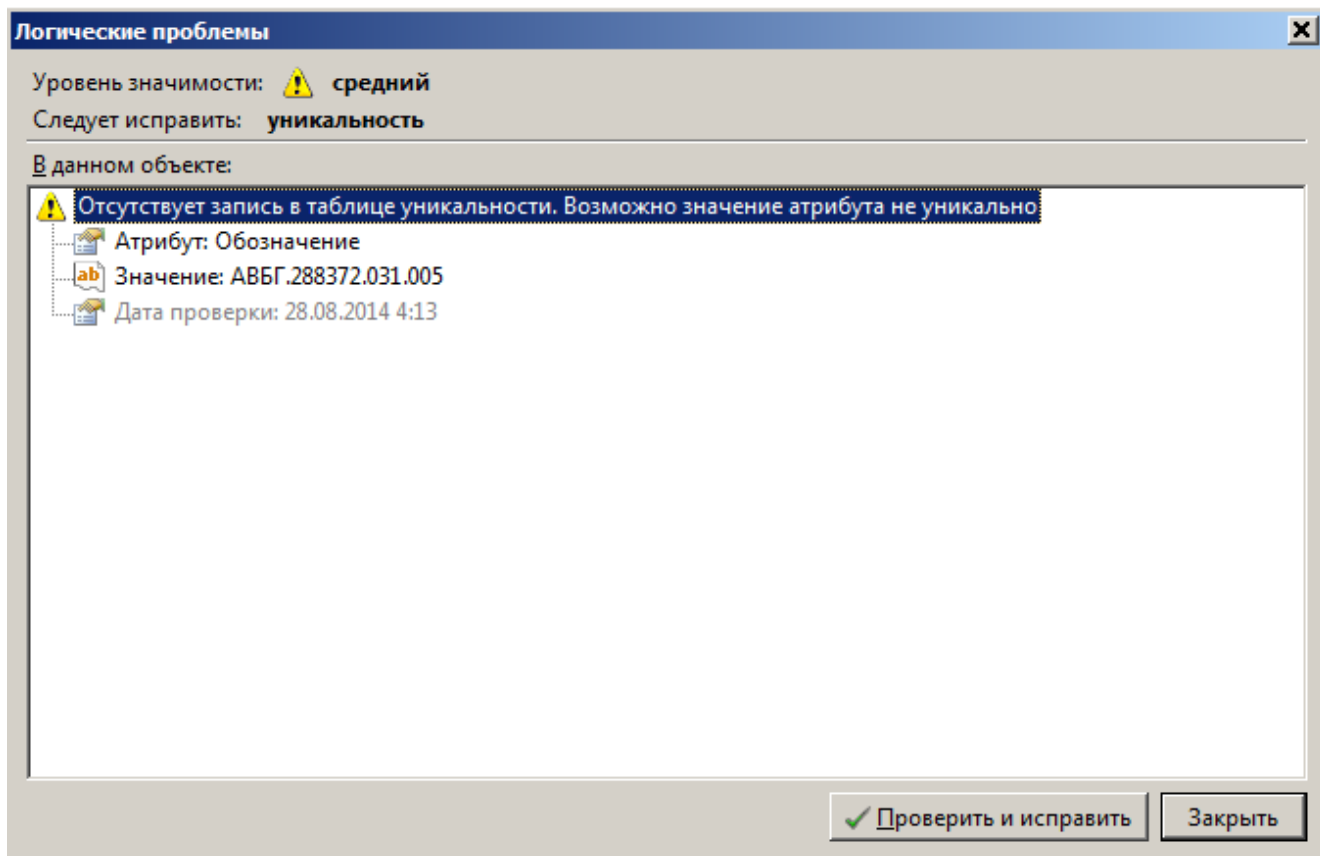

Рисунок 300 — Описание проблемы
- описание проблемы будет приведено в окне (Рисунок 300);